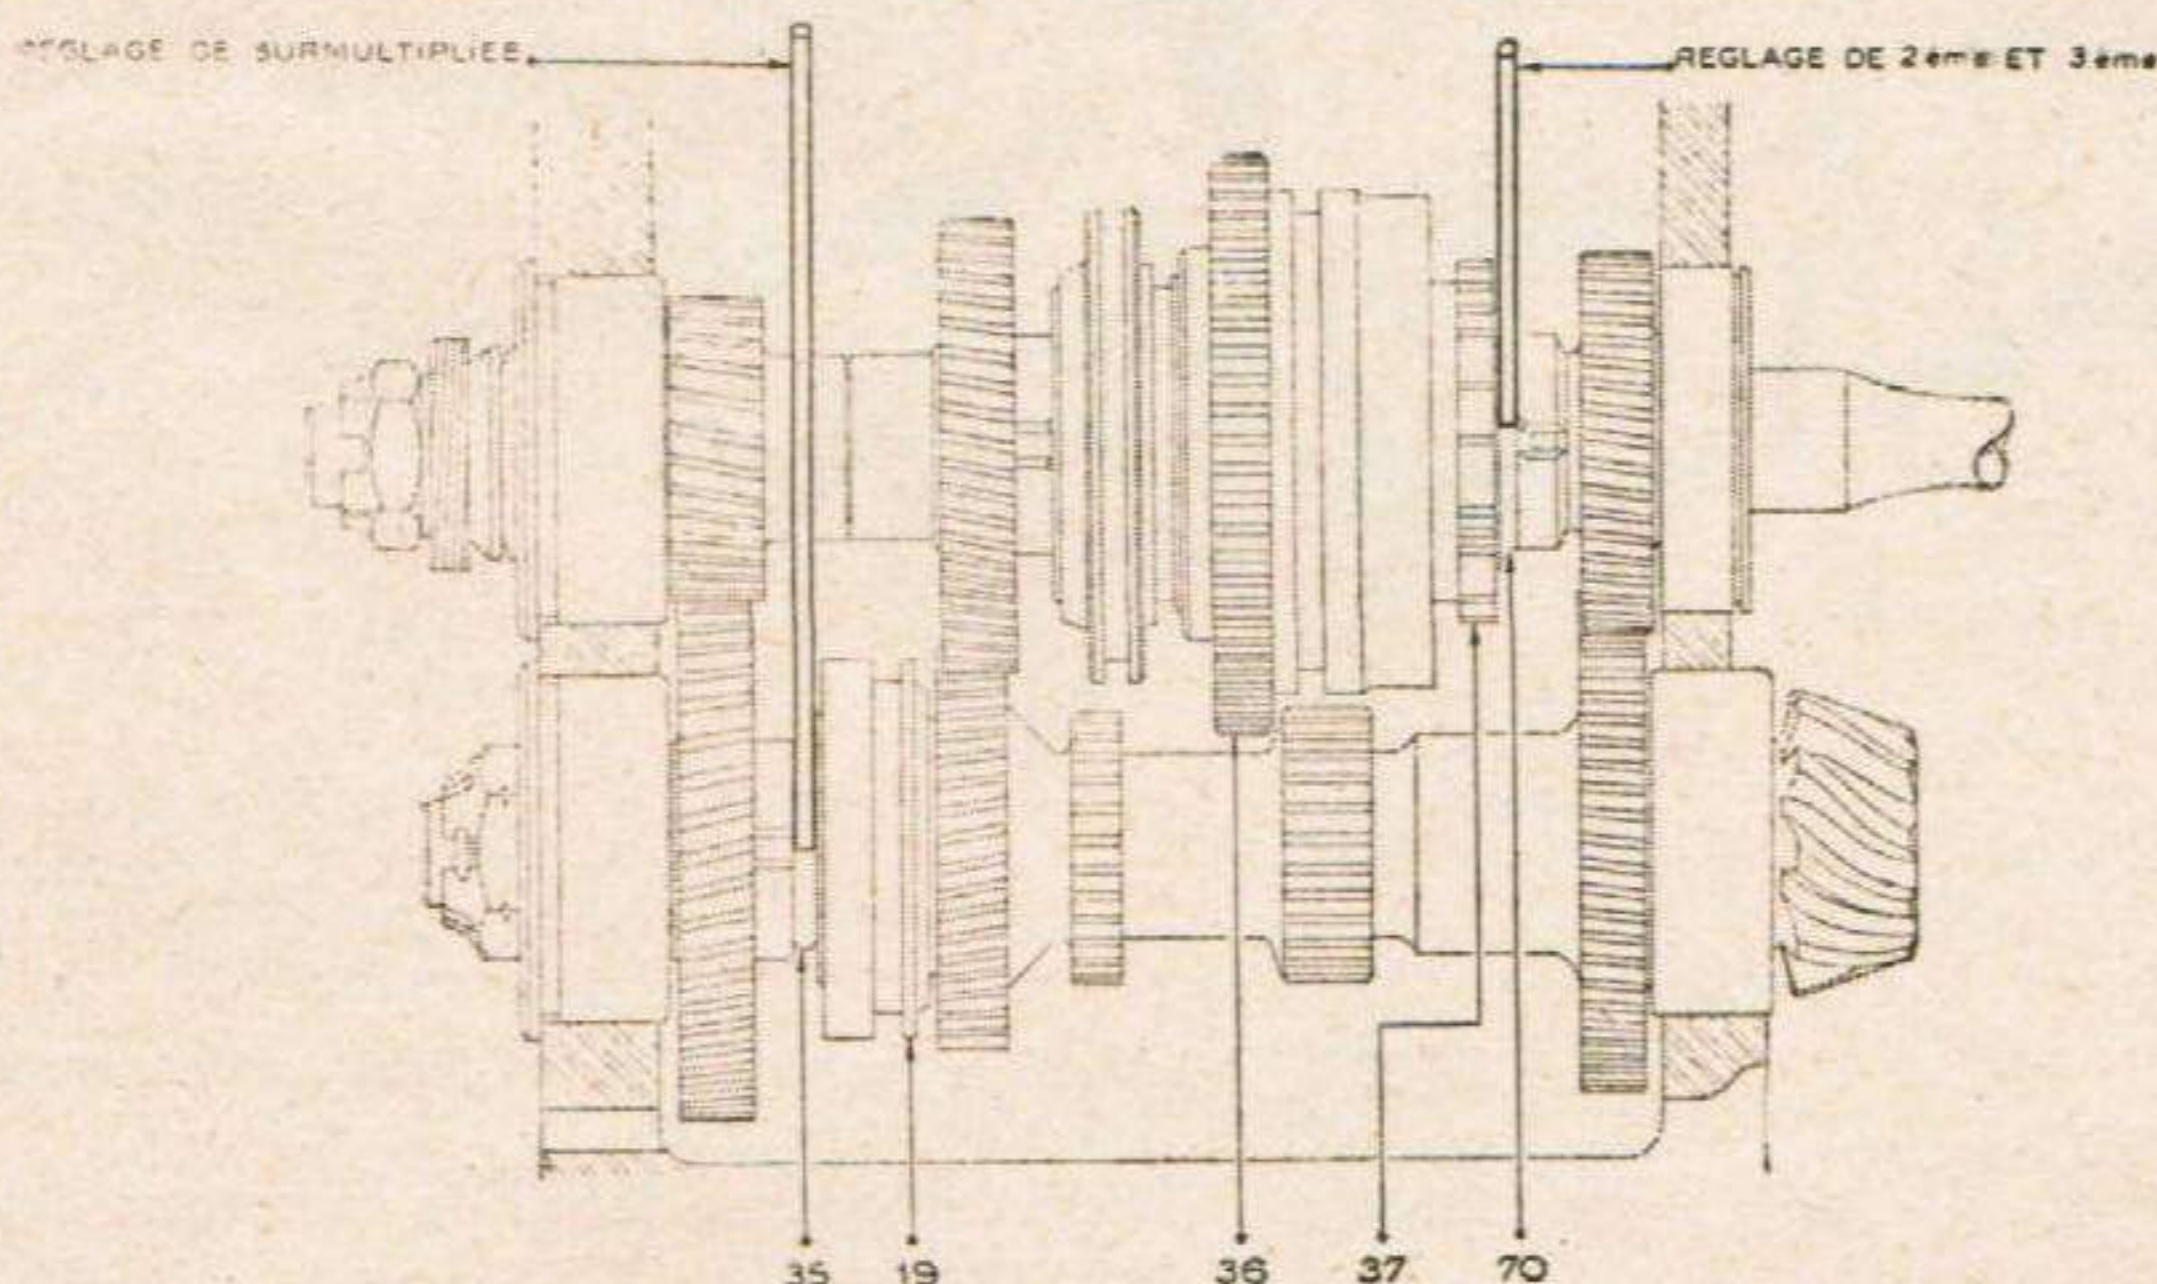

Fig. 15. — Réglage des fourchettes de boîte
1° La cale 1785-VA de 2,8 mm d'épaisseur s'emploie avec le baladeur de 2^e et 3^e (37) (figure 15) longueur $65,4 \pm 0,1$ mm, possédant une gorge repère « a » (figure 16) monté sans rondelle de 0,5 mm d'épaisseur.
— le baladeur de 2^e et 3^e (37) (figure 15) longueur $65,4 \pm 0,1$ mm possédant une gorge circulaire de repère « a » (figure 16) et lorsqu'il existe une rondelle (99) d'une épaisseur de 0,5 mm (501.068) entre le roulement (31) et l'arbre (75) d'une part, et une autre rondelle (113), d'une épaisseur de 0,5 mm entre le pignon (40) et le roulement (18) (planche X) d'autre part;
— le baladeur de 2^e et 3^e (37) (figure 15) longueur $66,4 \pm 0,1$ mm sans gorge de repère (figure 17).